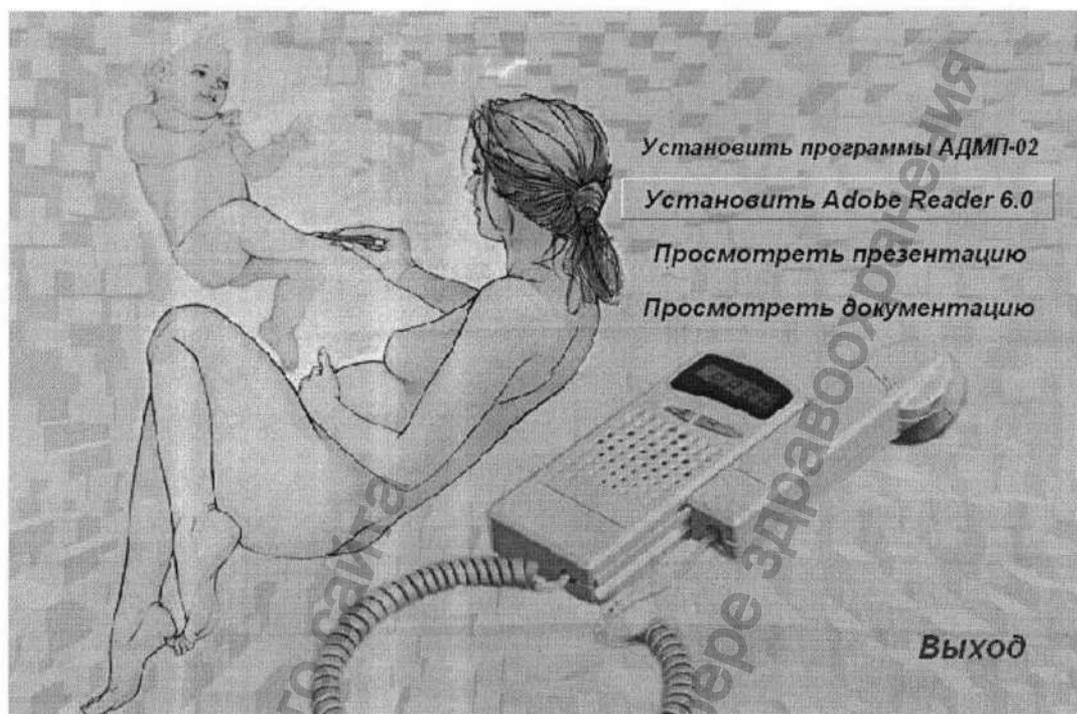

Рисунок 18
- 7) Запустить приложение setup с жесткого диска компьютера. После чего на экране компьютера появится окно Мастера установки БЭБИ (см. рисунок 18). Затем действовать согласно пунктам 10 – 14.
- 8) При установке программного обеспечения с диска, вставить диск с программным обеспечением в CD-ROM. После этого на экране компьютера появится окно автозагрузки (см. рисунок 18).